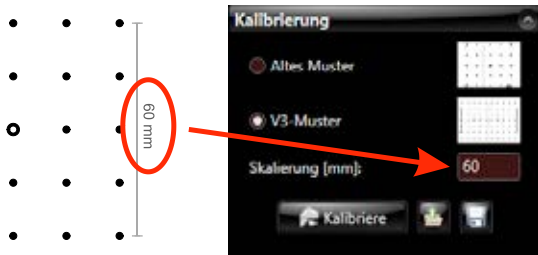

Abb. 4.10: Eintragen der Größe des Kalibriermusters
4. Unter „Skalierung [mm]“ muss die korrekte Skalenlänge eingegeben werden. Diese können Sie am Rand des ausgewählten Kalibriermusters ablesen. (Siehe Abb. 4.10)